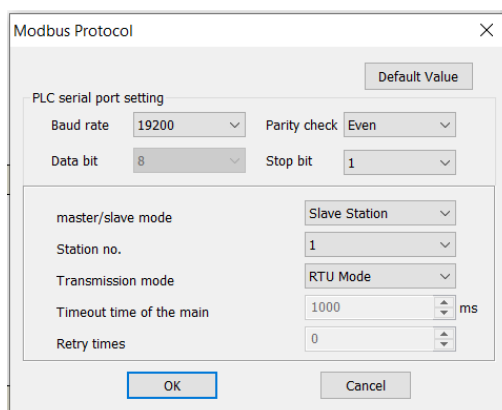

Рисунок 4-2 Сетевые параметры
2) В открывшемся окне Modbus protocol введите требуемые параметры протокола. По завершении нажмите кнопку «Ок» (см. рис. 4-2).